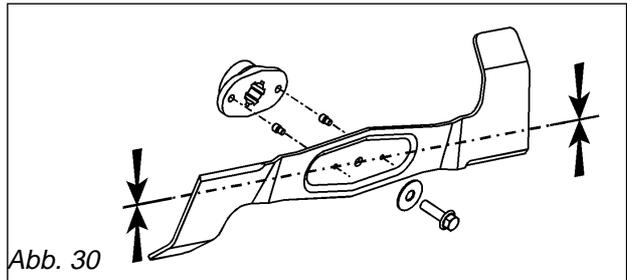

Abb. 30
2. Die alten Messer abschrauben und die neuen Messer in der umgekehrten Reihenfolge wieder montieren. Versichern Sie sich, daß die Messerschrauben fest angezogen sind, da sonst erhebliche Vibrationen auftreten können (siehe Abb. 30). Die Messerflügel an den Messerenden müssen im montierten Zustand nach oben zeigen, da die Messer sonst nicht schneiden.
## ABSCHERSTIFTE (ABB. 30)